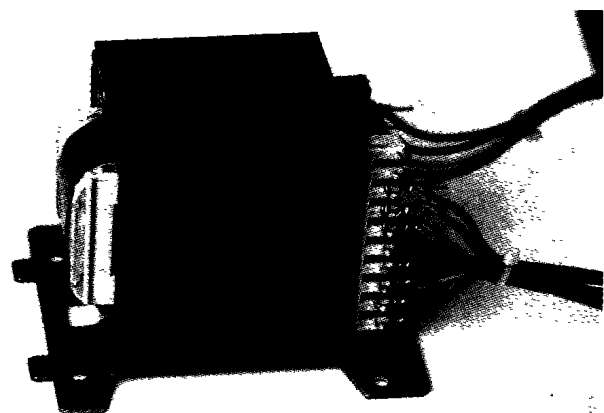
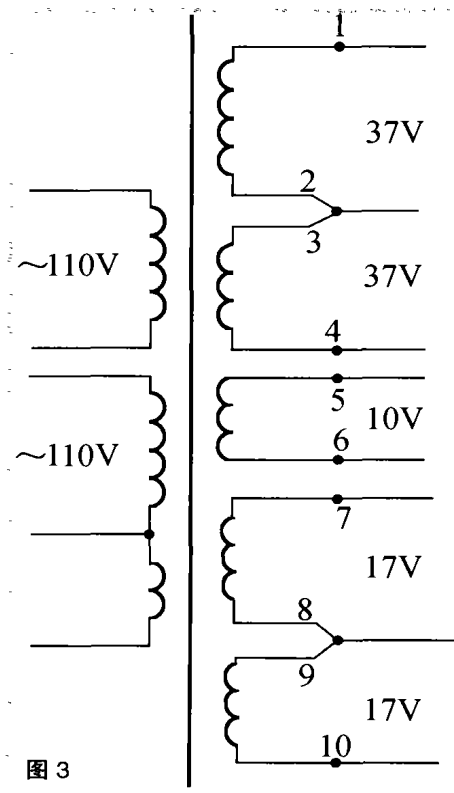

图 2
图 3
电源变压器是整机的供电来源,功率要适当大些,质量要好。本机 T_1 选用的是一只旧的双层屏蔽的 E 形铁芯变压器,有 200W 以上,非常漂亮,外壳上印有生产厂家的货号,见图 2,店主称是从一台美国进口的晶体管功放机上拆下来的。这种变压器的各线圈线端均固定在外边的接线端子上,使用、改制起来很方便,绕组电压见图 3。焊机时,利用①、②或者③、④的 37V 一组经倍压整流后得到 85 ~ 90V 的直流高压,17V 的绕组线径较细,需适当改造一下,即:将⑧、⑨的焊点挑开,将同名端⑦、⑨、⑧、⑩并联,则得到电流较大的 17V 绕组,供灯丝用。10V 的绕组空着不用。初级两个 110V 绕组串联即可。如果要想得到一 100V 以上的直流高压,可利用 37V + 37V 为 74V 电压,再经倍压整流可得到 180 ~ 190V 的 B₊ 电压,或者再串上 10V 的绕组,整流后得到 200V 直流高压。这种电源变压器虽然没有初、次级之间静电隔离的接地端子,但由于有双层屏蔽的特殊结构,装在放大器上与其他元件相互干扰也很小,前级放大器的信噪比很高。由于全机只有两只 6922,负荷很轻,开机几个小时也只有微热。由于放大线路供电充足,音效表现不错,声底厚实,乐声很有活力。灯丝变压器 T_2 是用 E 形铁芯的五灯机电源变压器改制的。低频扼流圈是 20H0.25A 的成品。